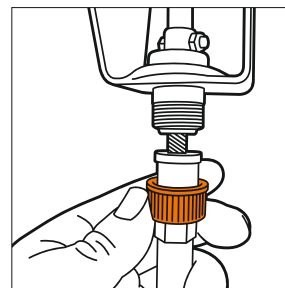

Рис. 8
- Соедините другой конец гибкого вала с рычагом поворота желоба, расположенном на панели оператора, зафиксируйте соединительной гайкой (Рис. 8).